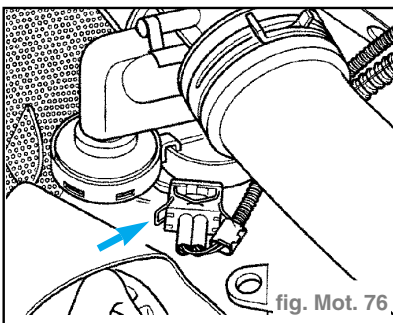

fig. Mot. 76
- Débrancher la fiche à 2 raccords du clapet de commutation de volet de tubulure d'admission (**N239**) (flèche) (fig. Mot. 76).